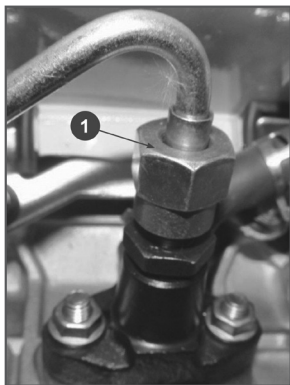

Рис.15
3. Открутите гайку (1) Рис.15 крепления топливопровода к насосу высокого давления. Удерживая декомпрессор в нажатом состоянии, ручным стартером прокручивайте коленвал двигателя до тех пор, пока из топливного насоса не потечет топливо без пузырьков воздуха. Затем закрутите гайку крепления топливопровода к насосу.